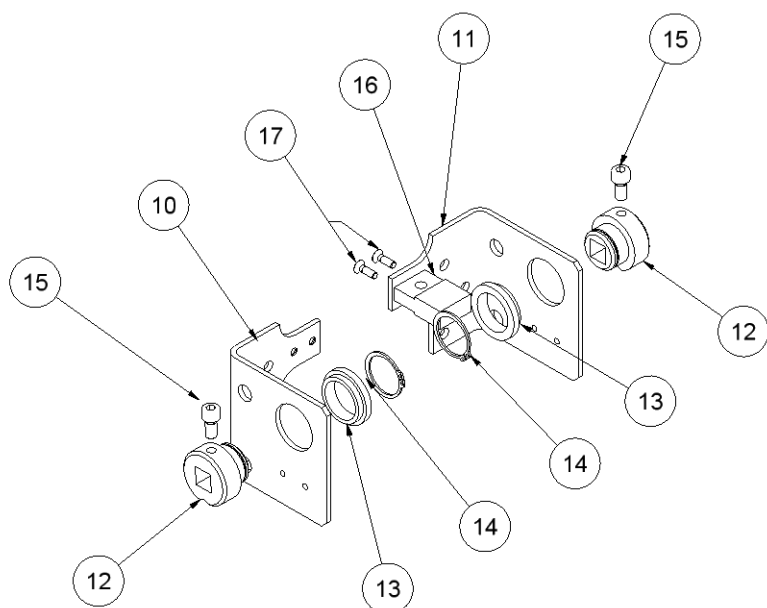

Figure. 3
Lors du montage, il faut tenir compte que les plaques base (10 y 11) présentent des formes différentes sur le côté droit et sur le côté gauche. Assurez-vous que les trous de fixation du contact de sécurité et restent toujours en partie inférieure (Voir Fig. 3)
Il convient en plus, à ce point-là, de placer le support tendeur (16) du même côté où se trouve l'arrimage limiteur moyennant deux vis DIN 7991 M5x10 (17). Pour mieux comprendre, voir Figure 3